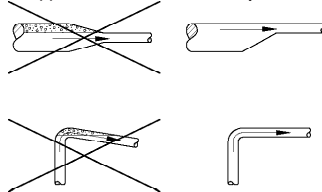

Рис.5. Правильная конфигурация трубопроводов на стороне всасывания
- 2.1.3.4 Монтаж трубопроводов должен быть проведен таким образом, чтобы полностью отсутствовала возможность накопления в них воздуха, особенно во всасывающем трубопроводе, как показано на рис.5.